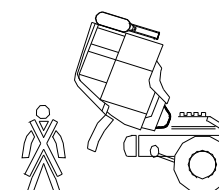

Рисунок 4
- 1.3. Во время наклона кабины запрещено находиться перед автомобилем или размещать в этой зоне какие-либо предметы. Запрещено находиться между кабиной и шасси! (рисунок 4)